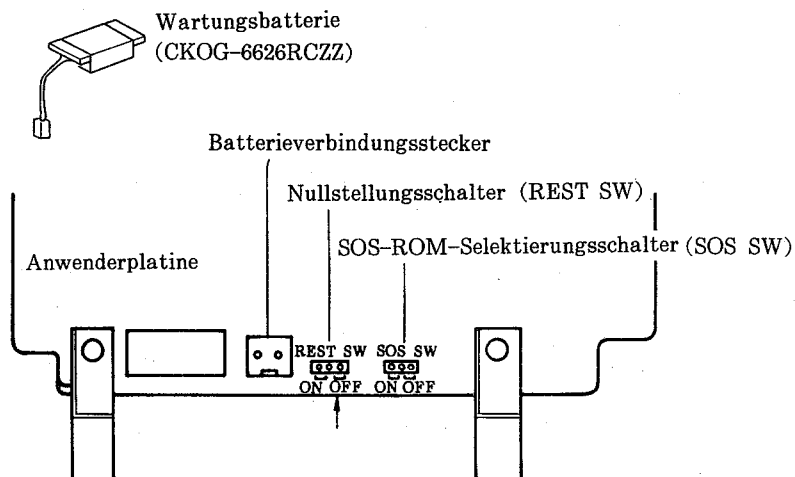

Abb.14
- (4) Die Rückwand abnehmen (siehe Seite 3).
- (5) Die Anwenderplatine wie folgt aus dem Gehäuse entfernen:
- Die Wartungsbatterie (CKOG-6626RCZZ) an den Batterieverbindungsstecker der Anwenderplatine anschließen (siehe Abb. 14).
- b) Den Nullstellungsschalter auf ON stellen (siehe Abb. 14).